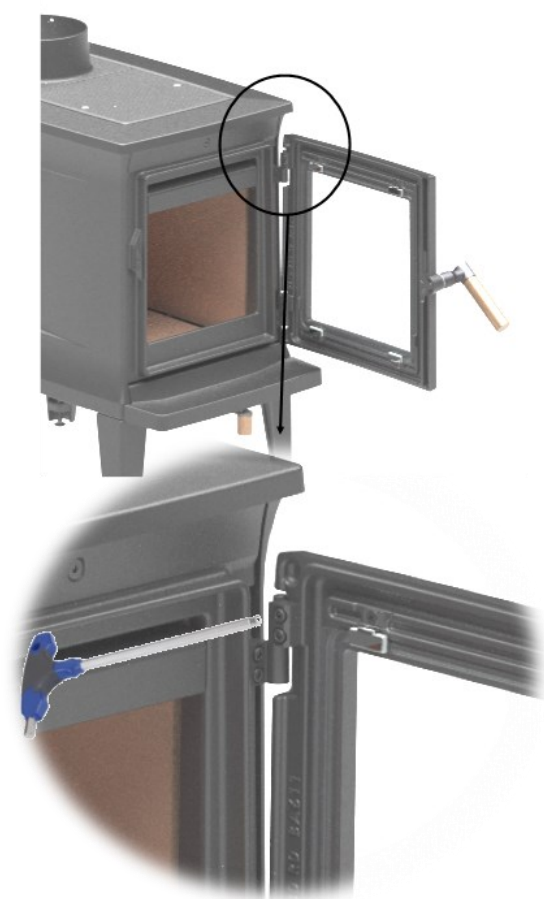

FIG. 7
1. Abra a porta e remova-a, soltando os parafusos de fixação das dobradiças presas à porta (fig. 7).